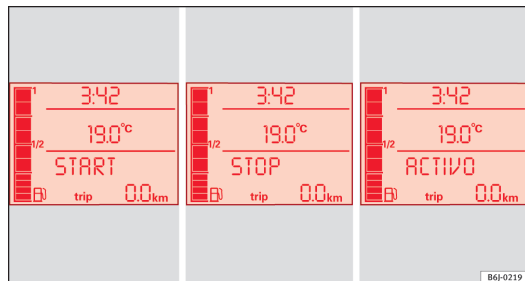

Fig. 101 Indication sur l'écran du tableau de bord durant le fonctionnement Start-Stop.
- L'écran du tableau de bord affiche des informations concernant l'état du fonctionnement Start-Stop ⇒ fig. 101.